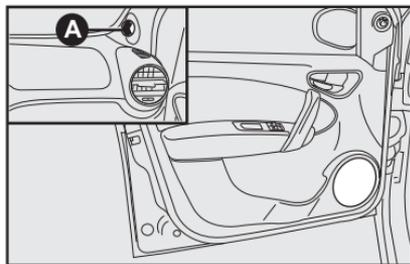
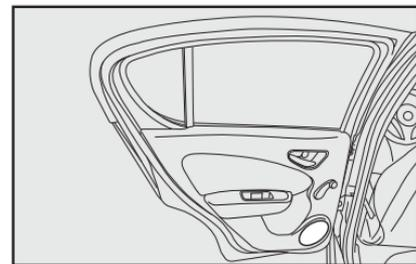

fig. 99
fig. 100
- Altoparlantes en las puertas delanteras **fig. 99** y traseras **fig. 100**.
- Tweeters (15W) en las columnas de las puertas delanteras, detalle **A-fig. 99**.